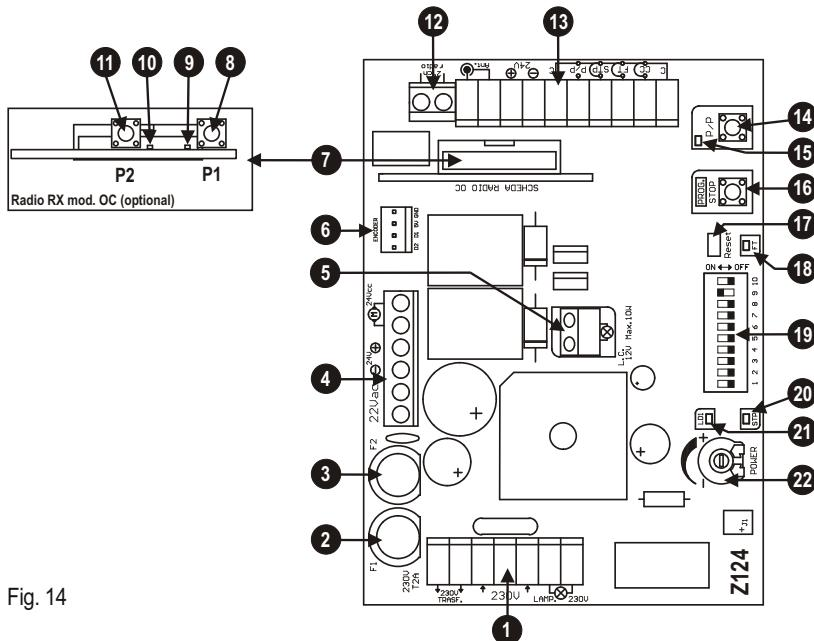

Fig. 14
DESCRIPCIÓN DE LAS PIEZAS (fig. 14)
- 1) Manteniendo pulsado el botón PROG. haga un reajuste cortocircuitando con el destornillador el jump Reset (det. 17 de fig. 14).
- 9) Para volver al funcionamiento normal, realice un reajuste de la central (cortocircuite el conector, det. 17 de fig.14)
Durante la etapa de aprendizaje se accionarán varias veces el botón P/P (det. 14 de la fig. 14), como alternativa se puede utilizar el mando P/P (borne 14, fig. 15), o bien el transmisor memorizado en el primer canal del receptor.